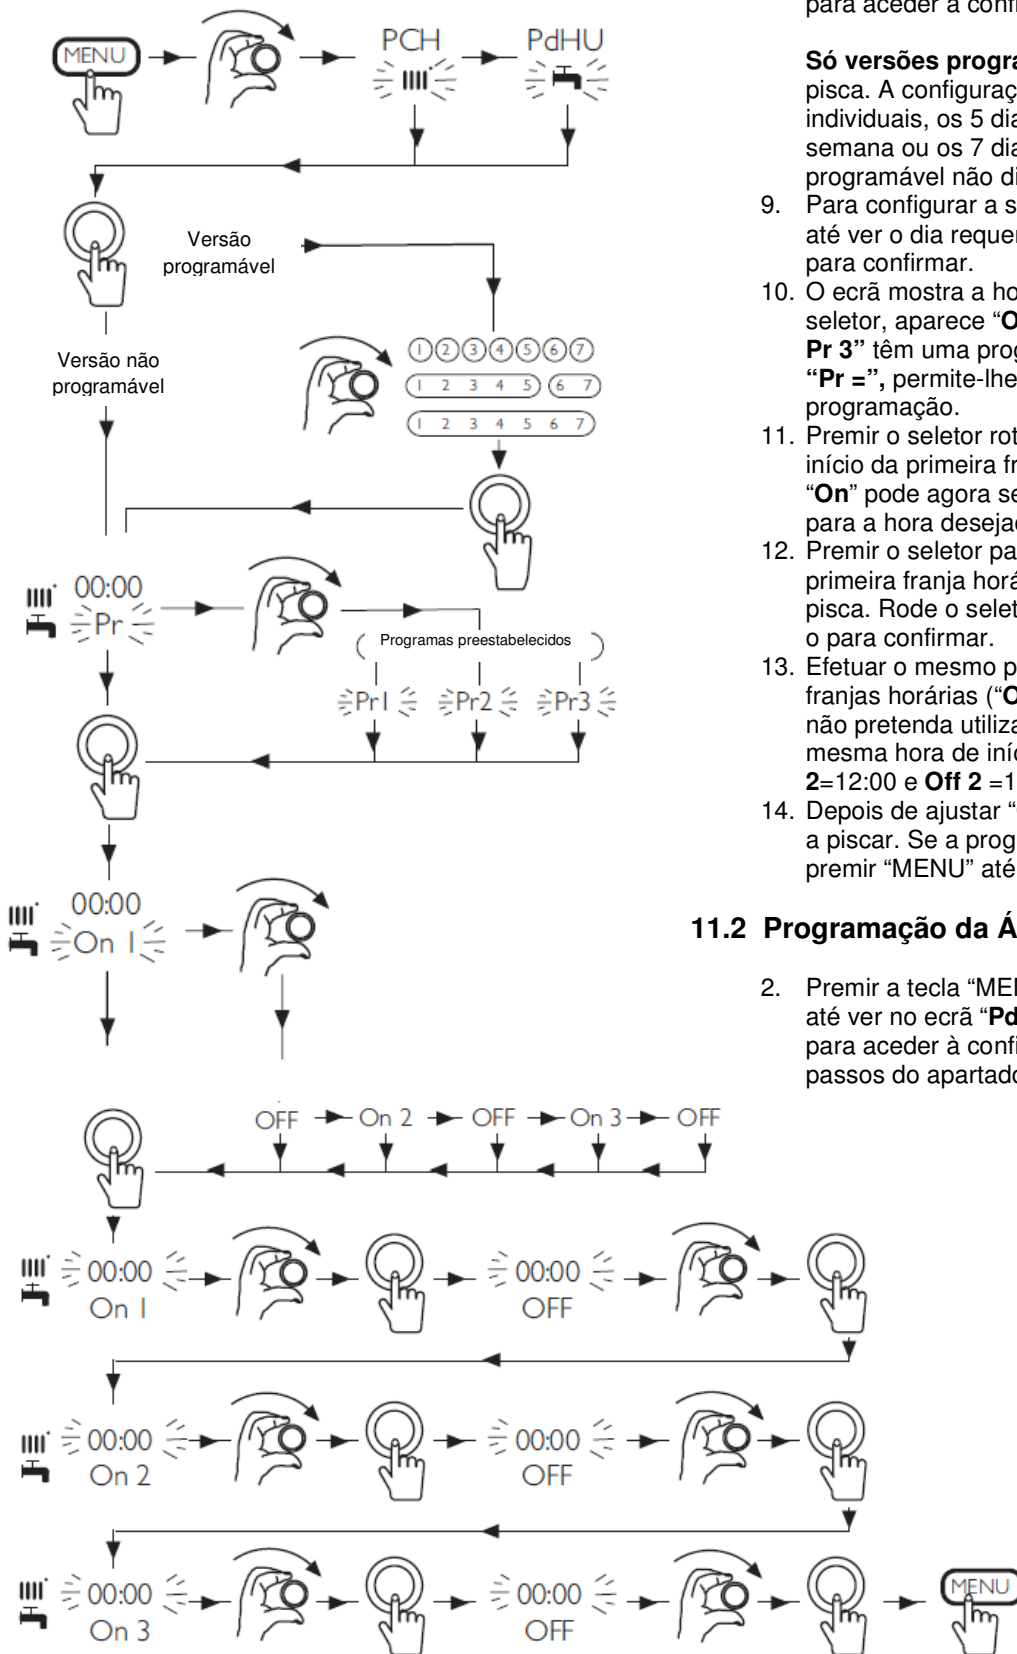

Fig. 26: Programação do Aquecimento e da AQS.
8. Premir a tecla "MENU" e rodar o seletor rotativo até ver no ecrã "PCH". Fig. 26. Premir o mesmo para aceder à configuração.
2. Premir a tecla "MENU" e rodar o seletor rotativo até ver no ecrã "PdHU". Fig. 26. Premir o mesmo para aceder à configuração e repetir os mesmos passos do apartado anterior.